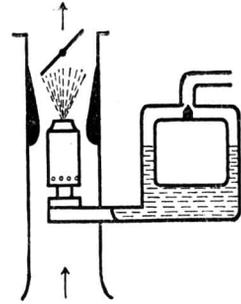

Bild 30.
1. Steigstromvergaser (Gemischbewegung von unten nach oben. Bild 30).